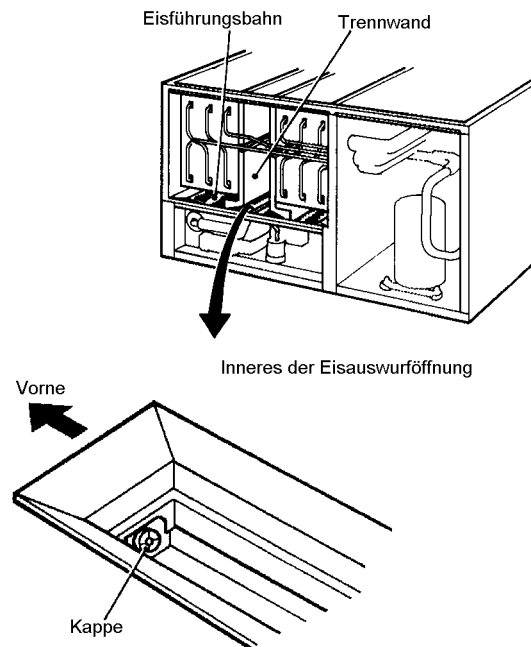

Abb. 12
- 8) Isolierplatte entfernen. Von der Eisauswurföffnung unten vorne die Kappe abnehmen. Wasserbehälter entleeren und losen Schmutz ausspülen. Siehe Bild 12.